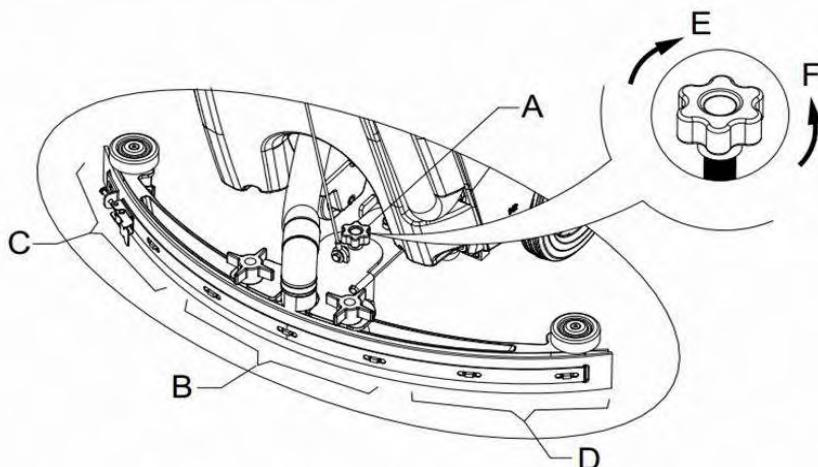

Рисунок 9
- Отрегулируйте валик при помощи регулировочной рукоятки (A) валика (смотрите **рисунок 9**).